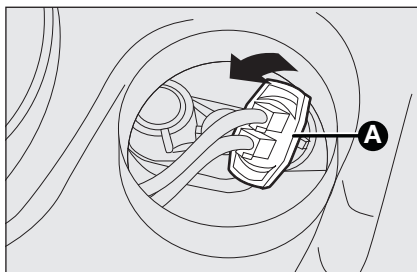

fig. 18
- ☐ girar hacia la izquierda el portalámparas **A-fig. 18** y sacarlo;